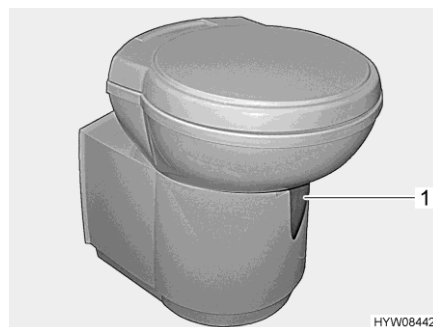

Bild 210 Thetford-Toilettenschüssel (schwenkbar)
- Vor dem Spülen den Schieber der Thetford-Toilette öffnen. Dazu den Schieberhebel (Bild 210,1) entgegen dem Uhrzeigersinn schieben.